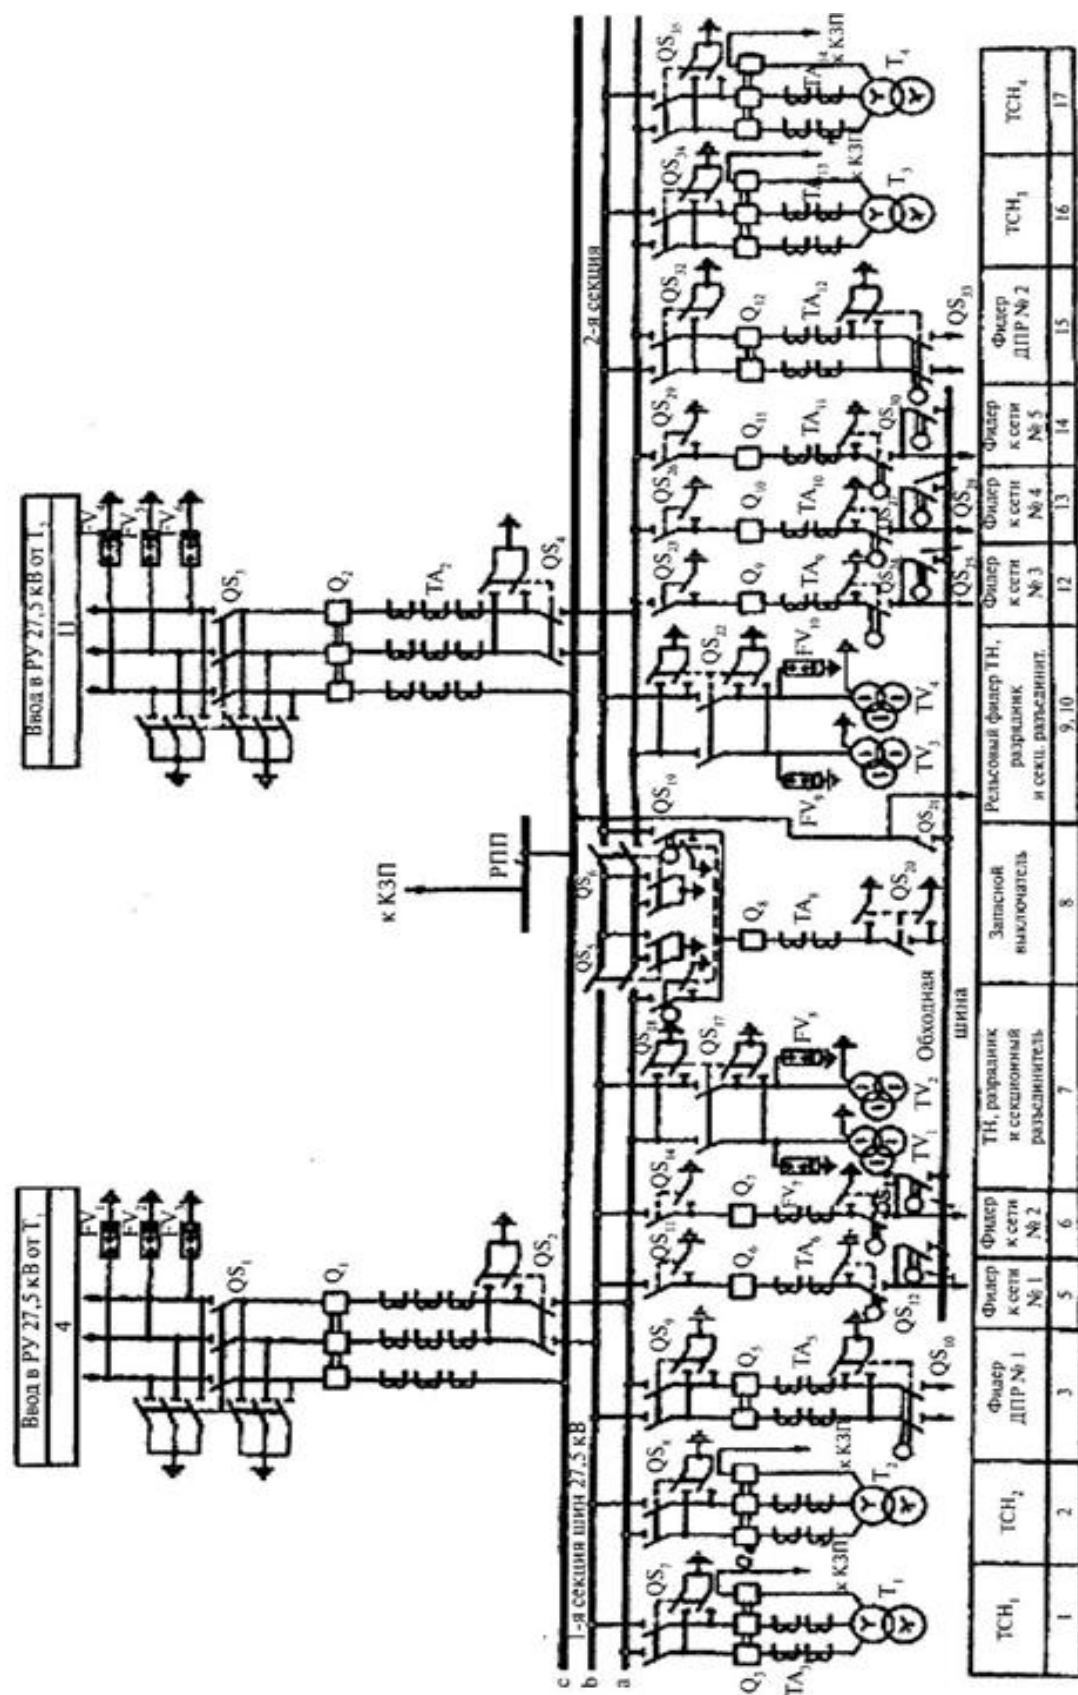

Рис. 1. Схема ОРУ – 27,5 кВ
Схема рабочего места присоединения берется из рис. 1.
2. Начертить схему рабочего места. Выдается преподавателем по вариантам (см. рис. 1) .
1. Схема рабочего места, используя рис. 1.